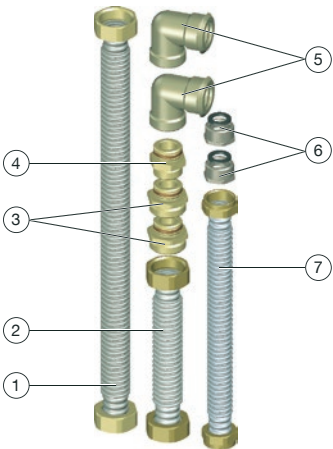

Fig. 1: Jeu de raccordement et de tubage
1. Visser les manchons de réduction pour les raccords du chauffe-eau instantané (position (6) sur la Fig. 1 en page 27) avec joints noirs en EPDM sur le raccords du chauffe-eau instantané.
2. Visser les côtés auto-étanches des mamelons doubles (positions (3) et (4) sur la Fig. 1 en page 27) dans les raccords correspondants du bloc de raccords avec robinets à tournant sphérique.
3. Visser les équerres (position 5 sur la Fig. 1 en page 27) dans les raccords du distributeur/collecteur pour circuits de chauffage.